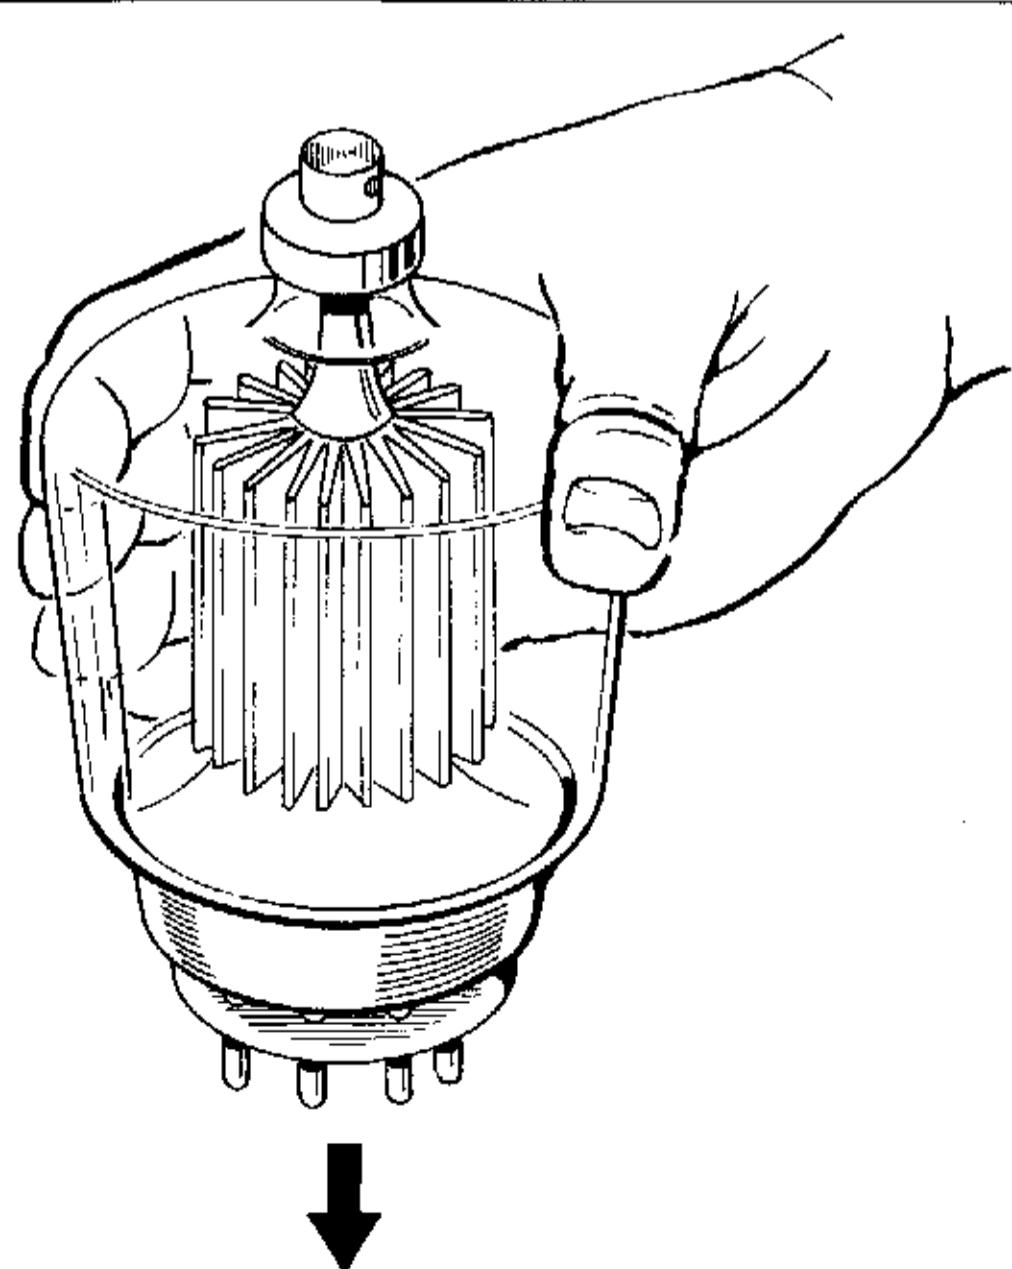

図2 真空管の持ち方
- ② 真空管を箱から取り出します。真空管を取扱う場合は、プレートキャップ金属部を持たず、必ず外周のガラス部を持つように。(図2参照)してください。
- ③ ピンの位置をよく確かめ、無理な力を加えず、静かに挿入します。